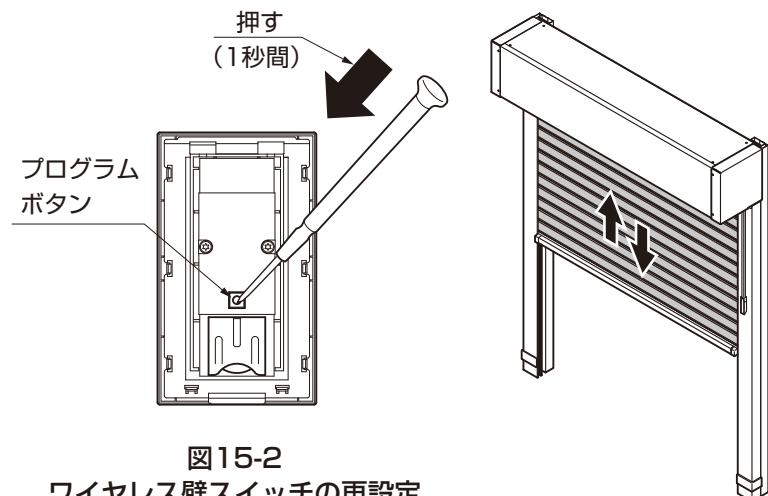

図15-2
- 登録済みのカードリモコンを紛失してしまった等の場合、代わりにワイヤレス壁スイッチのスイッチ本体を外して、プログラムボタンを精密ドライバーなどで（約1秒）押して再設定してください。（図15-2参照）